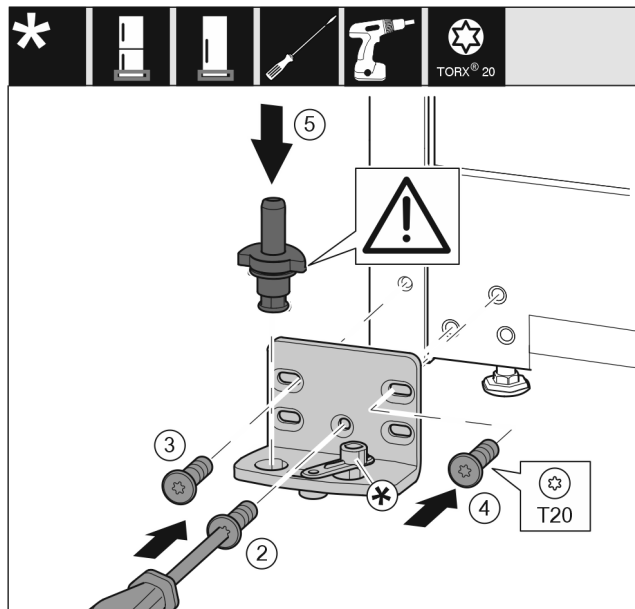

Fig. 16
- ▶ Applicare il blocco di supporto sull'altro lato e avvitare con un cacciavite T20. Iniziare dalla vite 2 in basso al centro. Fig. 16 (2)
- ▶ Serrare la vite 3 e 4. Fig. 16 (3,4)
- ▶ Inserire completamente il perno di supporto. Fare attenzione che la camma di arresto sia rivolta verso il lato posteriore. Fig. 16 (5)